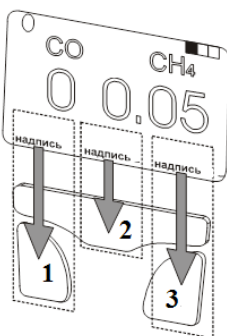

Рис. 2. Надписи на индикаторе, определяющие функции кнопок
1.4.2.2. Управление газоанализатором осуществляется с помощью трех кнопок пленочной клавиатуры. Кнопки управления (далее кнопки) не имеют постоянных функций, выполняемые ими команды определяются надписями на индикаторе (рис. 2). Далее при описании функций указывается наименование кнопки, соответствующее надписи на индикаторе, например, кнопка ИНФО.
Для включения газоанализатора нажмите и удерживайте кнопку ВКЛЮЧЕНИЕ 2 (см. рис. 2) до появления на индикаторе надписи: